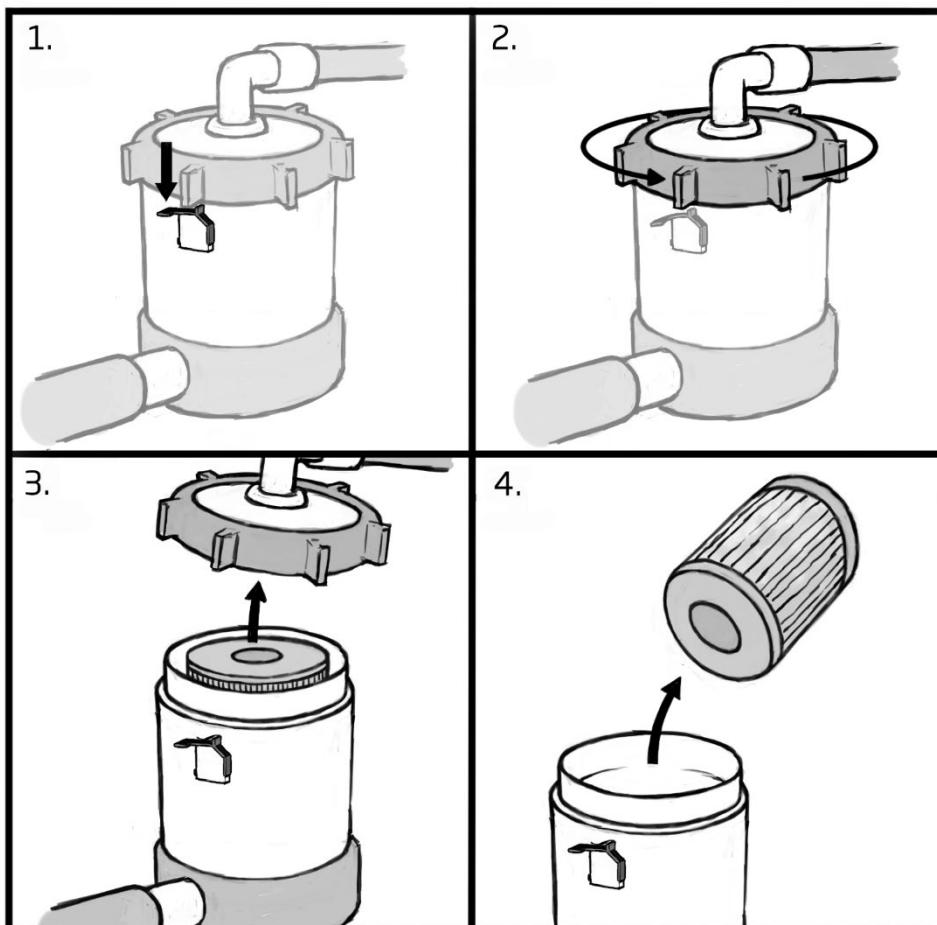

Abbildung 6
5. Öffnen Sie den Verschlussring (1-2, Abbildung 6), indem Sie zunächst vorsichtig die schwarze Verschlusshalterung nach unten drücken und danach den Verschlussring entgegengesetzt zum Uhrzeigersinn drehen, der Spannring kann straff sitzen.
6. Abdeckung öffnen (3. / Abbildung 6)
7. Entfernen Sie die Filterpatrone und reinigen Sie bei Bedarf das Gehäuse (4. /Abbildung 6)